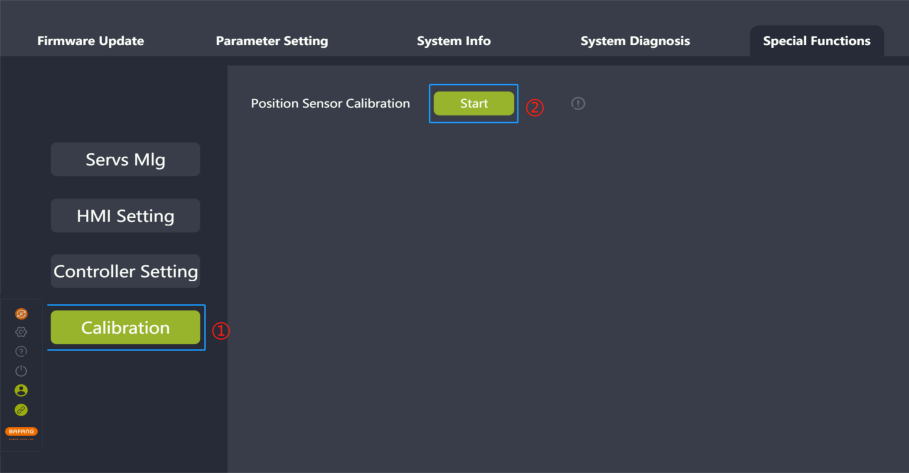

图 8-8 位置传感器标定
2. 点击“位置传感器标定”标签旁的“开始”按钮，进行控制器位置标定（如图 8-8）；